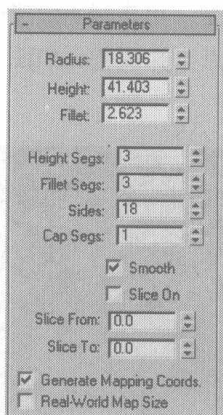
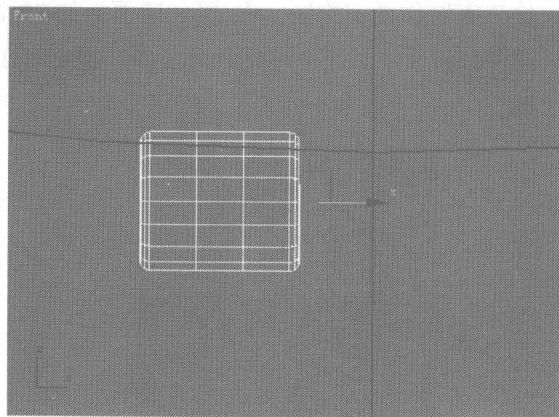

图 5.469
图 5.470
- 07 在 创建面板的 区域, 选择 **Extended Primitives** 类型, 单击 **ChamferCyl** 按钮, 在视图中创建一个倒角圆柱体, 在 **Parameters** 卷展栏中设置如图 5.469 所示参数, 模型显示如图 5.470 所示。单击右键, 在弹出的快捷菜单中选择 **Editable Poly** 选项, 将模型塌陷成可编辑多边形。